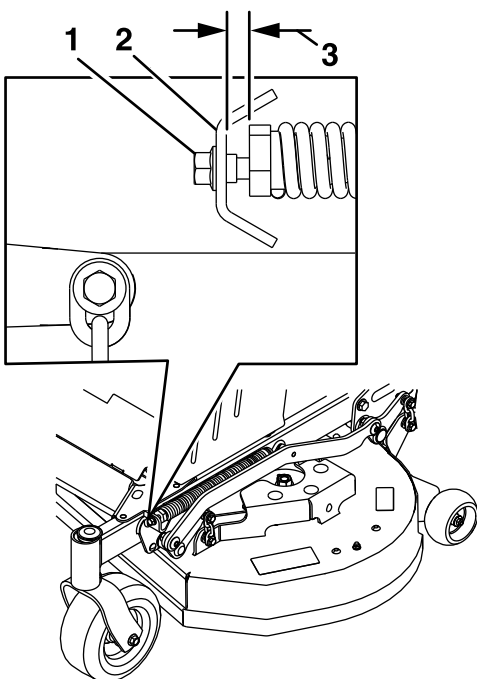

Figura 32
10. Afloje lentamente el tornillo de ajuste del muelle de elevación asistida hasta que pueda retirar el tornillo (Figura 32). Guarde el tornillo para su reinstalación.